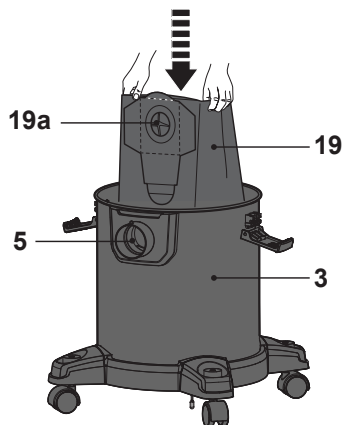

Fig. 5
- > Coloque o saco de pó (19) no depósito (3). Certifique-se de que a abertura do saco de pó (19a) fica colocada no topo.
- > Segure as abas laterais da abertura do saco de pó (19a) e deslize a abertura do saco de pó (19a) para a abertura interior da entrada de ar (6) (Fig. 5). Certifique-se de que a conexão está bem selada.